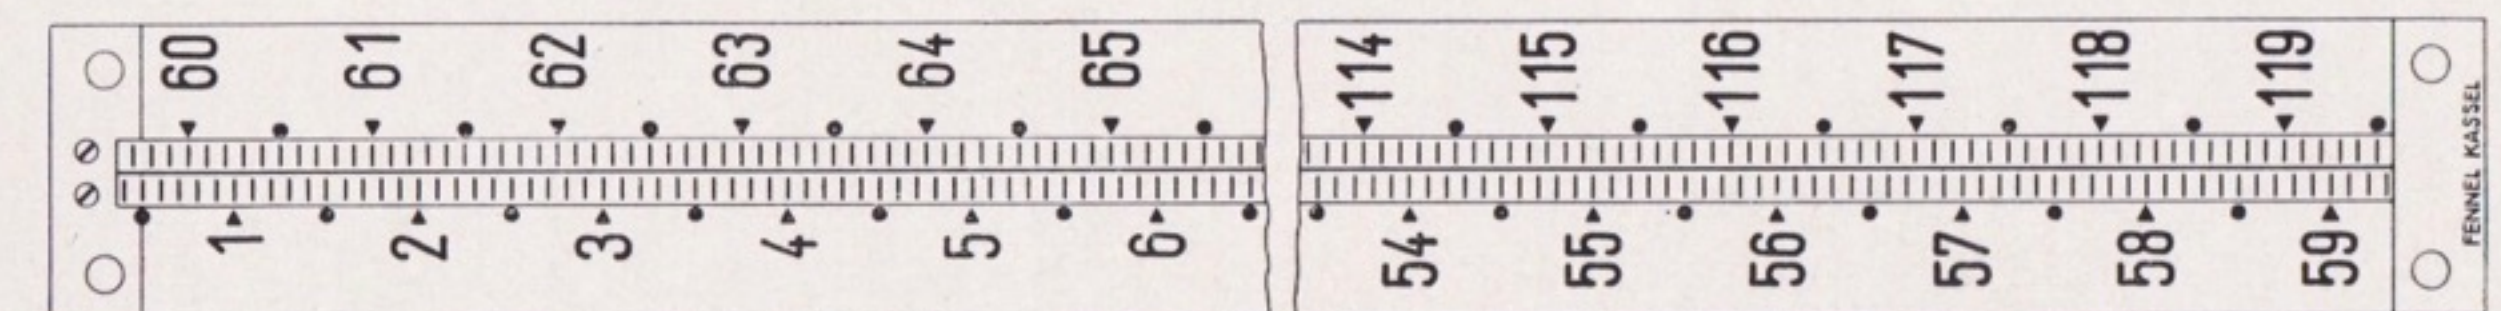

Bild 2 Invarlatte mit zweifacher Teilung auf Invarband in Halb-Zentimeter
**Nivellierlatte.** Außer den Präzisions-Holzlatte stehen für die Arbeit mit dem Fein-Nivellier 3 Meter lange **Invarbandlatten** mit Halbzentimeter-Strichteilung (Bild 2) zur Verfügung. (Katalog-Nr. 3671, Kurzbezeichnung „Invar“). Auf Wunsch können zu den Invarlatten Segeltuchfutterale mit Lederschutzkappen oder für ein Lattenpaar Transportkästen mitgeliefert werden.